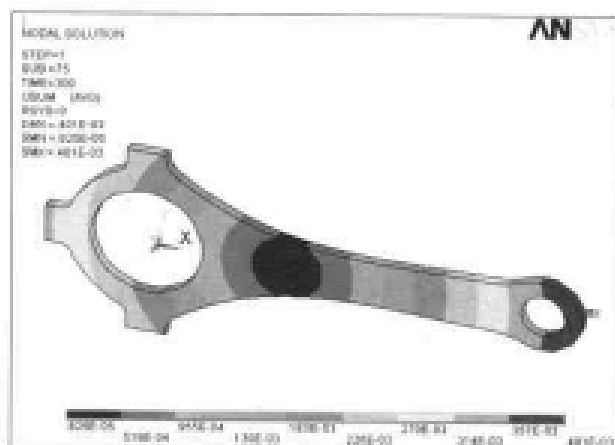

图 13-114 位移场分布等值线图
(3) 选择 Main Menu | General Postproc | Plot Results | Contour Plot | Nodal Solu 命令, 出现 Contour Nodal Solution Data 对话框, 选择 Nodal Solution | DOF Solution | Displacement vector sum 选项, 单击 OK 按钮, ANSYS 显示窗口显示如图 13-114 所示的位移场分布等值线图。